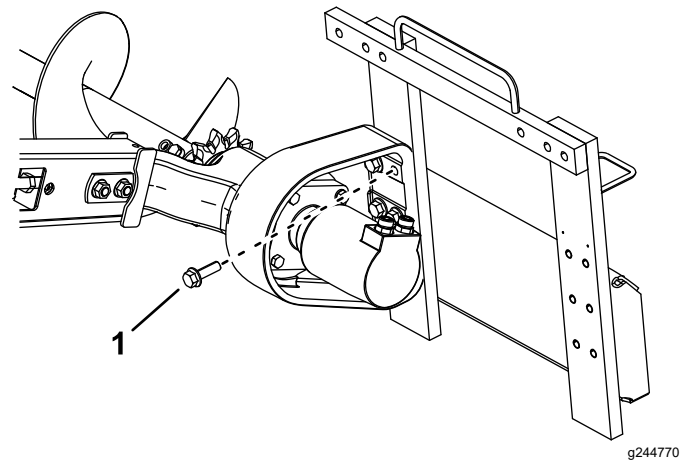

Figura 9
1. Șurub (6)
5. Montai capul la cadru cu cele 6 uruburi îndepărtate anterior (Figura 9).